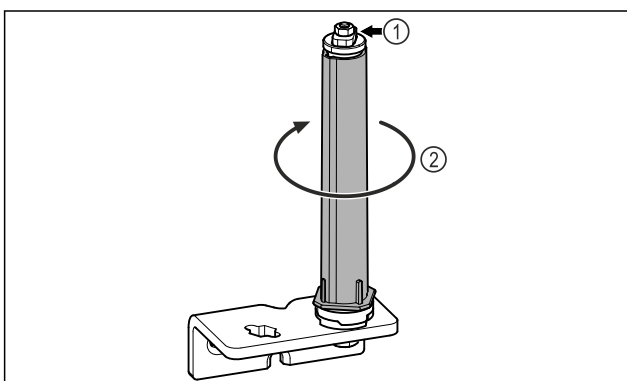

Fig. 28
- ▶ Deursluitsysteem Fig. 28 (1) niet demonteren.
- ▶ Sluitsysteem Fig. 28 (2) draaien, tot deze vastklikt.